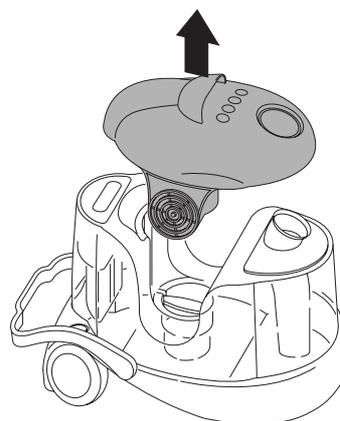

fig. 2
- Rimuovere la testata motore **F** (fig. 2).